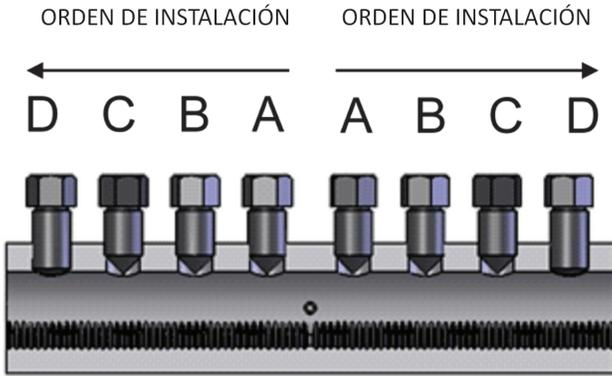

Figura 1a - Corte transversal de B1
Paso 1 (B1): Se deben leer todas las instrucciones antes de empezar su instalación. Asegúrese que el LENTON LOCK sea del tamaño correcto para la varilla correspondiente y según los diseños. El producto llegará armado como se muestra en la Figura 1a. Para el B1, un perno en cada extremo tendrá la punta redonda.